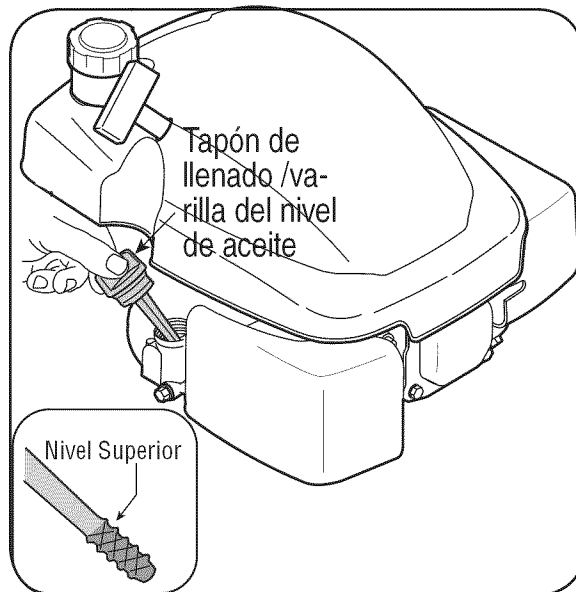

Figura 9-2: Verificación del nivel de aceite
2. Inserte la varilla de medición en el cuello de llenado de aceite, pero no la atornille. Vea la Figura 9-2.